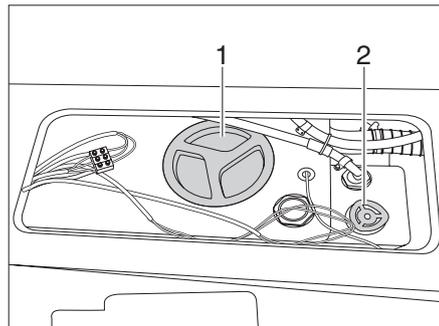
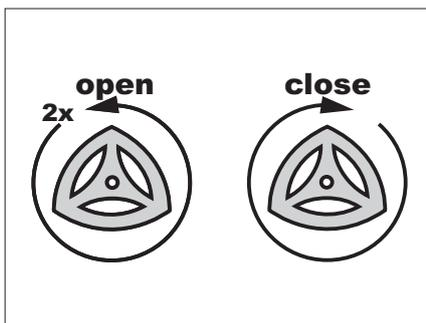

Fig. 94 Réservoir d'eau
Fig. 97 Remplissage - vidange du réservoir d'eau
- Le réservoir d'eau comporte 2 couvercles de fermeture (Fig. 94,1).
- ▶ Tourner la molette de réglage (Fig. 94,2) dans le sens des aiguilles d'une montre jusqu'à la butée.
- ▶ Dévisser le couvercle de fermeture (Fig. 94,1).
- ▶ Tourner la molette de réglage (Fig. 94,2) de 2 tours dans le sens inverse des aiguilles d'une montre (voir également Fig. 97).
- ▶ Revisser le couvercle de fermeture (Fig. 94,1) sur le réservoir d'eau.
- Tourner la molette de réglage (Fig. 94,2) de $\frac{3}{4}$ tour dans le sens inverse des aiguilles d'une montre.
- ▶ Tourner la molette de réglage (Fig. 94,2) de 2 tours dans le sens inverse des aiguilles d'une montre.